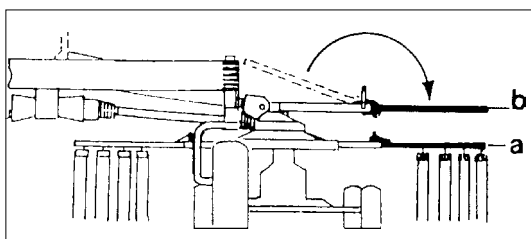

Bild 3-9
4. Ggf. die Zinkenträger vom Rahmen nehmen, in die Kreiselarmler stecken und mit Klappstecker sichern; Achtung - linke, rechte Ausführung! (a) (Bild 3-9)
5. Seitliche Schutzbügel abklappen (b). Dazu Bügel nach vorn ziehen und in die Einraststellung schwenken (Bild 3-9)